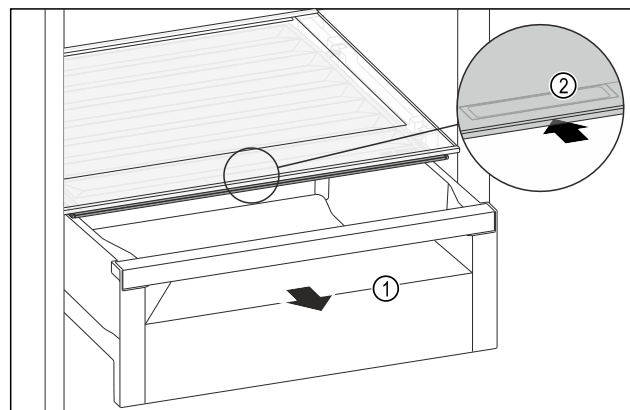

Fig. 140
- Retirer le tiroir Fig. 140 (1).
- Saisir la poignée encastrée Fig. 140 (2) du couvercle du compartiment et pousser le couvercle du compartiment vers l'arrière.